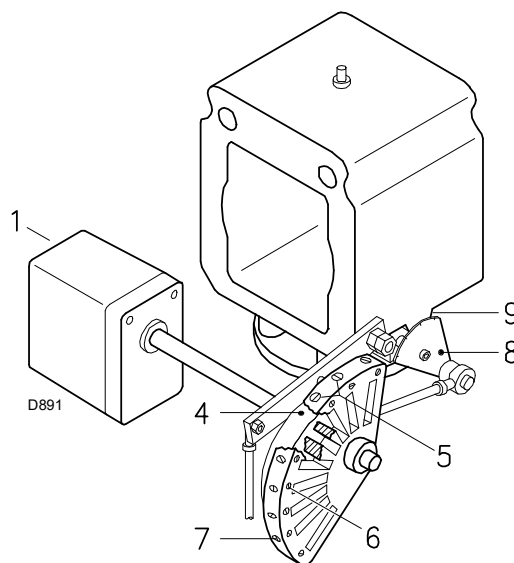

Fig. 27
Variare in progressione il profilo finale della camma 4)(Fig. 27) agendo sulle viti 7).
Legenda (Fig. 27)
Variare in progressione il profilo iniziale della camma 4)(Fig. 27, pag. 25) agendo sulle viti 5).
- svincolare la camma 4)(Fig. 27, pag. 25) dal servomotore, premendo e spostando verso destra il pulsante di svincolo presente sul servomotore;
- A regolazione ultimata fissare la stessa agendo sulle viti 6)(Fig. 27, pag. 25).